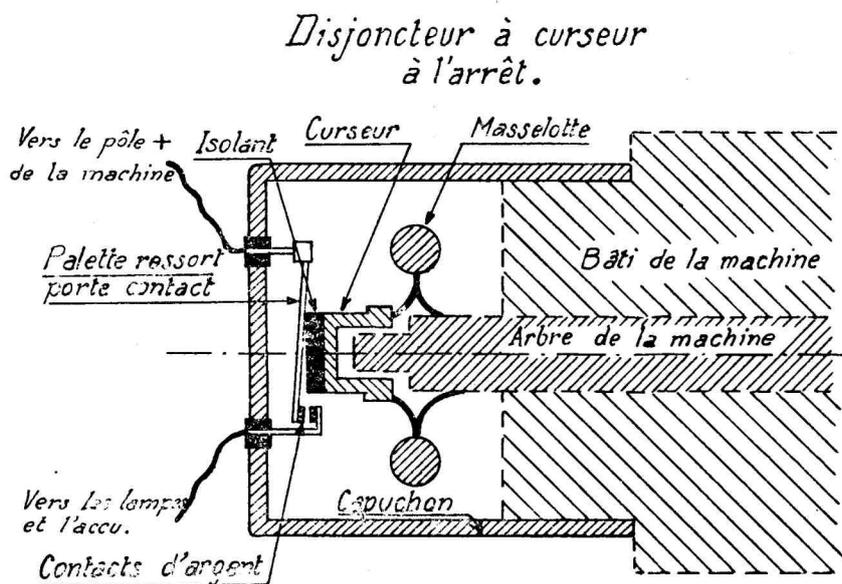

Fig. 11
c) Un disjoncteur mécanique comportant une palette mobile qui ouvre ou ferme le circuit accu-machine par l'intermédiaire d'un curseur commandé par des masselottes à ressorts (fig. 11).